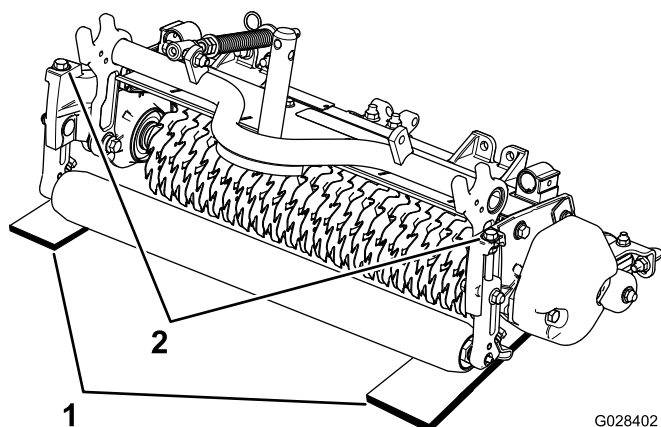

Рисунок 9
2. Разместите две измерительные планки, соответствующие требуемой глубине проникновения ножа, под передним и задним роликами барабана вертикуттера, на каждом краю барабана (Рисунок 9).
3. Поверните регулировочный болт на каждом кронштейне высоты скашивания (Рисунок 9) таким образом, чтобы ножи барабана касались горизонтальной поверхности по обоим краям.